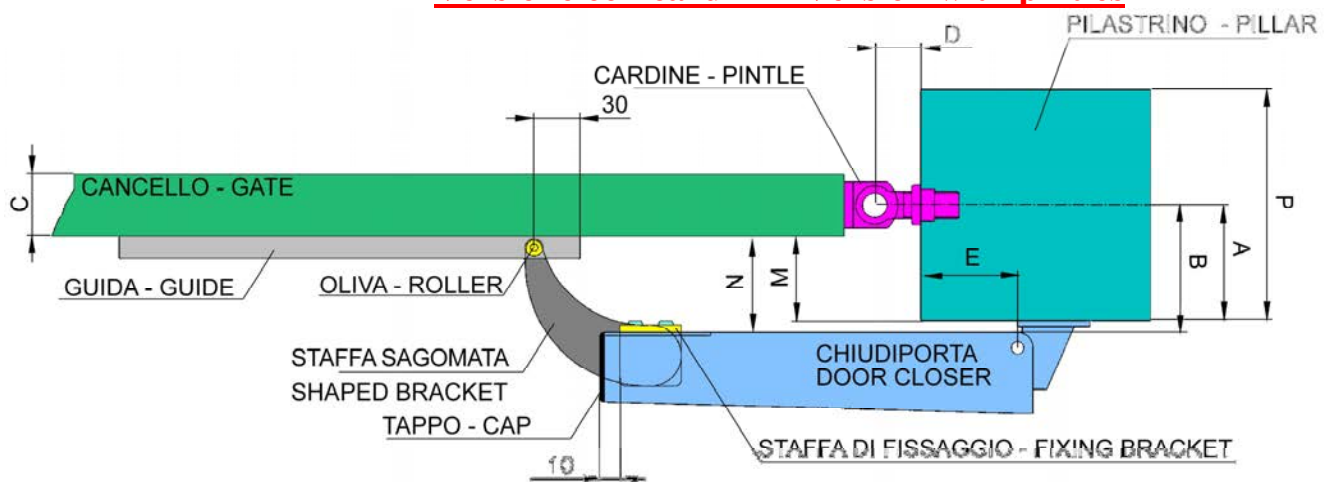

Fig.1: Schema generale - General scheme
1) Il chiudiporta può essere collocato sia nella parte superiore, inferiore, che al centro del cancello. Fissare il chiudiporta al pilastro (vedi Fig.1) con 4 viti M5 con testa piana a croce, attenendosi al valore “E” riportato in tabella 1).
4) Montati i particolari precedenti, passare alla regolazione della posizione dell’oliva mediante la rotazione della piastrina sagomata, assicurandosi di mantenere costante la quota “N” (vedi Fig.1) e andando ad avvicinare l’oliva alla superficie del cancelletto.
5) Fissare la guida U al cancello inserendo il rullo nel vano del profilo ad U; attenersi alla quota 30 mm (vedi Fig.1) come indicato in figura e fissare la guida mediante 2 viti M5 x 8 a testa bombata con l’inserimento delle rondelle dentellate. Terminato il fissaggio, bloccare le viti della staffa sagomata con oliva (Fig.5).